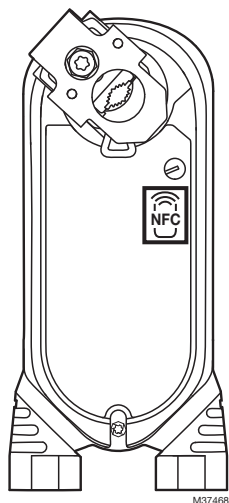

Рис. 21. Расположение зоны доступа NFC.
- Расположение зоны NFC показано на рис. 21.